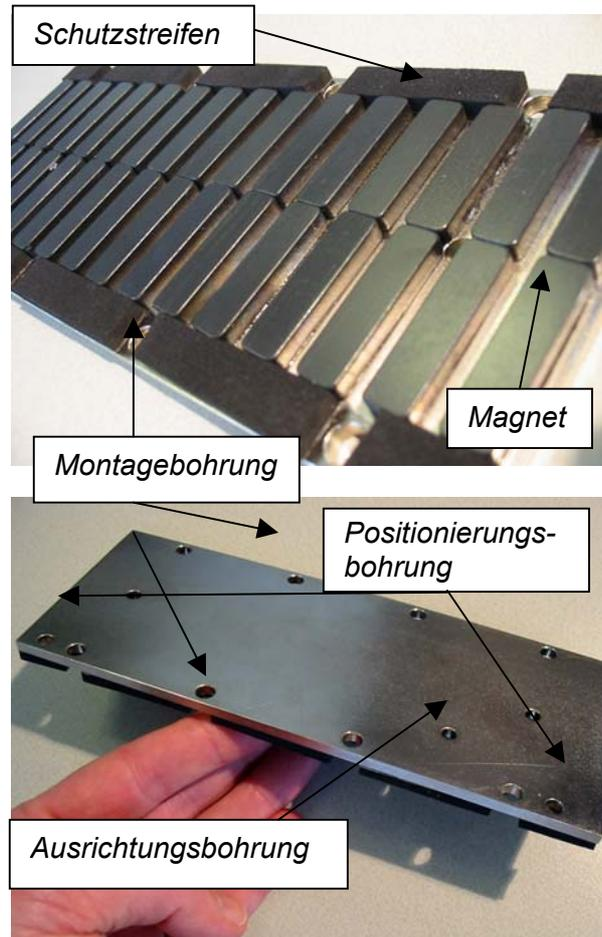

Bild 10: Magnetplatte, Details
2. Wählen Sie die Bohrungen gemäß der Position der genauen  $\varnothing 5$  Positionsbohrungen in der Magnetplatte (siehe Bild 10, Magnetplatte, Details).